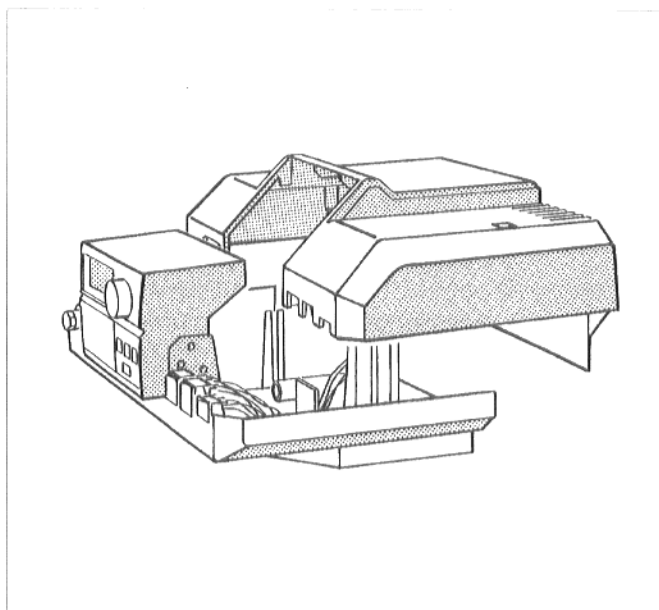

Рис. 21: насадить защитный кожух зажимов
- Насадить защитный кожух зажимов и привинтить его к регулятору (рис. 21).